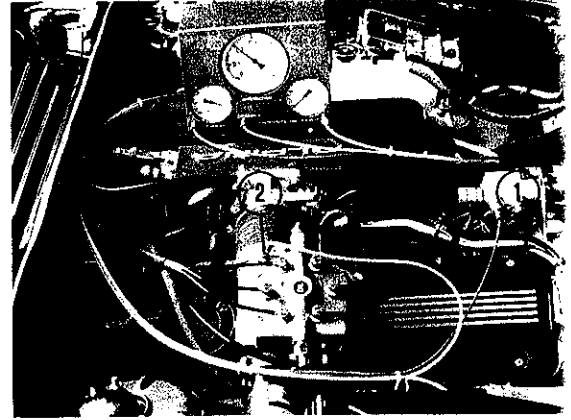

Bild 11
D.3 SYSTEMDRUCK (Bild 11)
- Prüfgerät am Steuerdruckregelventil und an der Regelanlage gemäß Bild 11 anschließen.